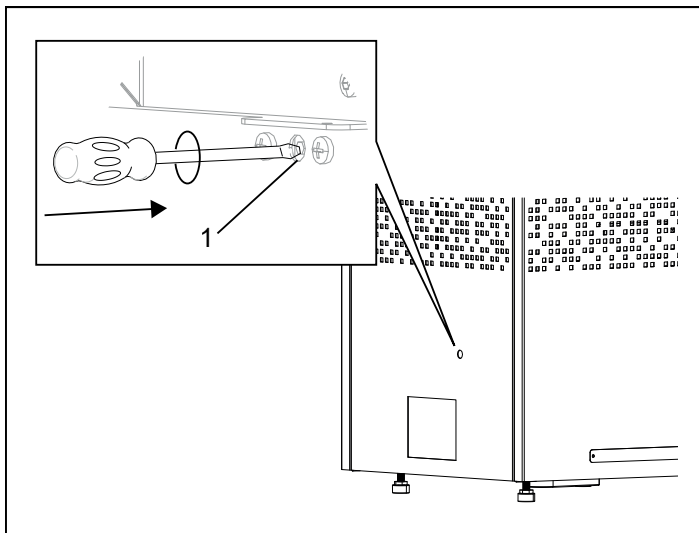

Abbildung 6: Zurücksetzen des Überhitzungsschutzes
• **Heizung** – Der Überhitzungsschutz in der Heizung soll verhindern, dass Bauteile, Heizelemente und Hölzer in der Sauna zu heiß werden. Auf der linken Seite (von vorn gesehen) befindet sich ein Loch. Verwenden Sie einen dünnen Gegenstand, um den Schutz zurückzusetzen (siehe Abbildung 6). Wenn Sie den Schutz aktiviert haben, lässt sich die Taste nur schwer betätigen, und beim Zurücksetzen ist ein Klicken zu hören. Wenn keine Abschaltung ausgelöst hat, sowie nach dem Reset fühlt sich die Taste elastisch an.